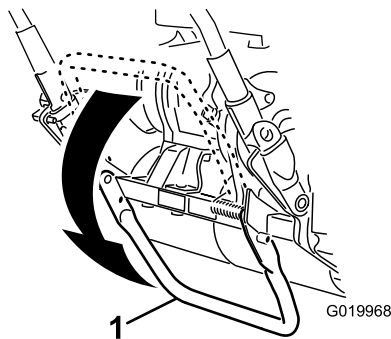

Figura 9
1. Con il piede, abbassate il cavalletto **spingendo nel centro** e alzate la stegola della macchina fino a quando il cavalletto non è ruotato in avanti, sopra il centro (Figura 9).